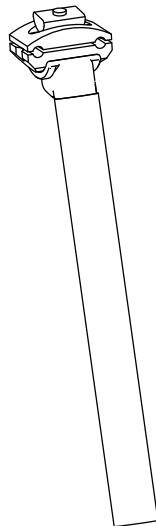

Abb. 20
- Einstellbare Stütze Abb. 20.